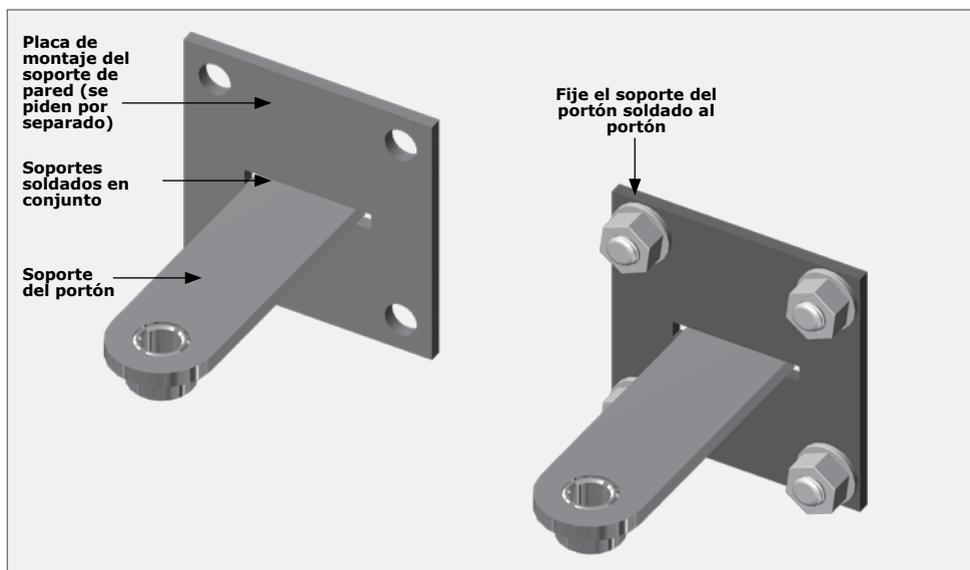

FIGURA 16. MONTAJE DEL SOPORTE DEL PORTÓN A UN PORTÓN NO FABRICADO EN ACERO
- Se puede adquirir otro soporte de montaje de pared y luego soldar el soporte del portón a él tal como se muestra en la Figura 16.